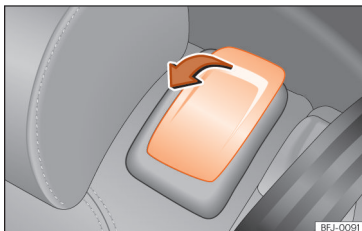

Рис. 102 Сидіння другого ряду: важіль системи зручного доступу.
- Заберіть предмети, розташовані на підлозі перед сидінням другого ряду >>> ①.
- Потягніть блокувальний важіль у напрямку стрілки >>> **рис. 102**.
- Обережно сядьте або вийдіть з автомобіля >>> ②.
- Потягнувши важіль >>> **рис. 102**, опустіть спинку до кінця вперед. Сидіння складене >>> ③.
- Заднє сидіння має бути надійно зафіксованим >>> ④.